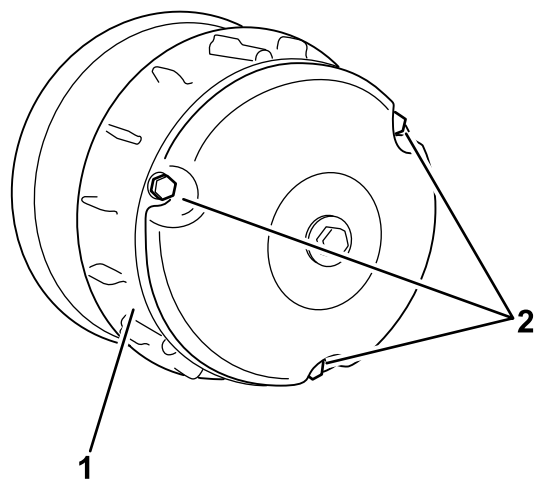

Figura 50
- Montați capacul ambreiajului și fixați-l cu cele 3 șuruburi (Figura 50) pe care le-ați îndepărtat la pasul 1.
- Îndepărtați cele 3 șuruburi care fixează capacul la ambreiaj și scoateți capacul (Figura 50).